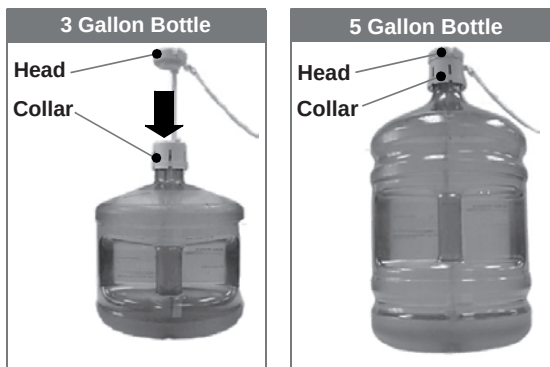

Рис.3 Установка сифона на бутылку с водой
6. Поместите трубку сифона в бутыл и наденьте хомут сифона (рис.3 — 1) на горлышко бутылки до щелчка.
7. Верхнюю часть крышки сифона (рис.3 — 2) опускайте до тех пор, пока трубка сифона не коснется дна бутылки.